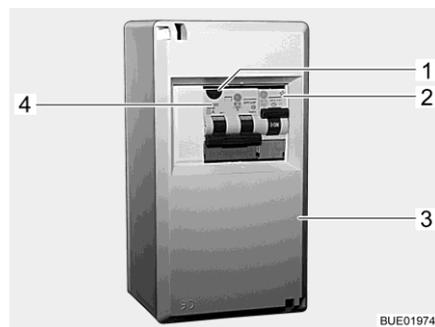

Fig. 129 Coffret de fusibles 230 V
Un disjoncteur différentiel/de protection de circuit combiné (Fig. 129,4) dans le coffret de fusibles (Fig. 129,3) protège tout le véhicule contre le courant différentiel (0,03 A).
Sur les véhicules possédant un équipement particulier tel que la climatisation, un disjoncteur de protection de circuit supplémentaire (10 A) (Fig. 129,2) protège l'appareil.
- Lorsque le véhicule est raccordé à l'alimentation 230 V, appuyer sur la touche de contrôle (Fig. 129,1). Le disjoncteur différentiel doit se déclencher.